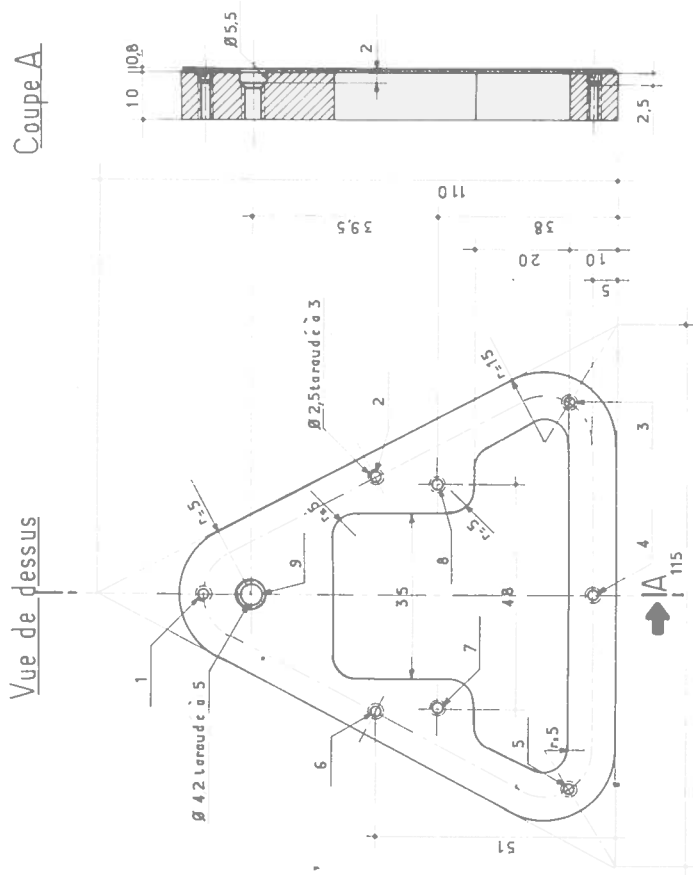
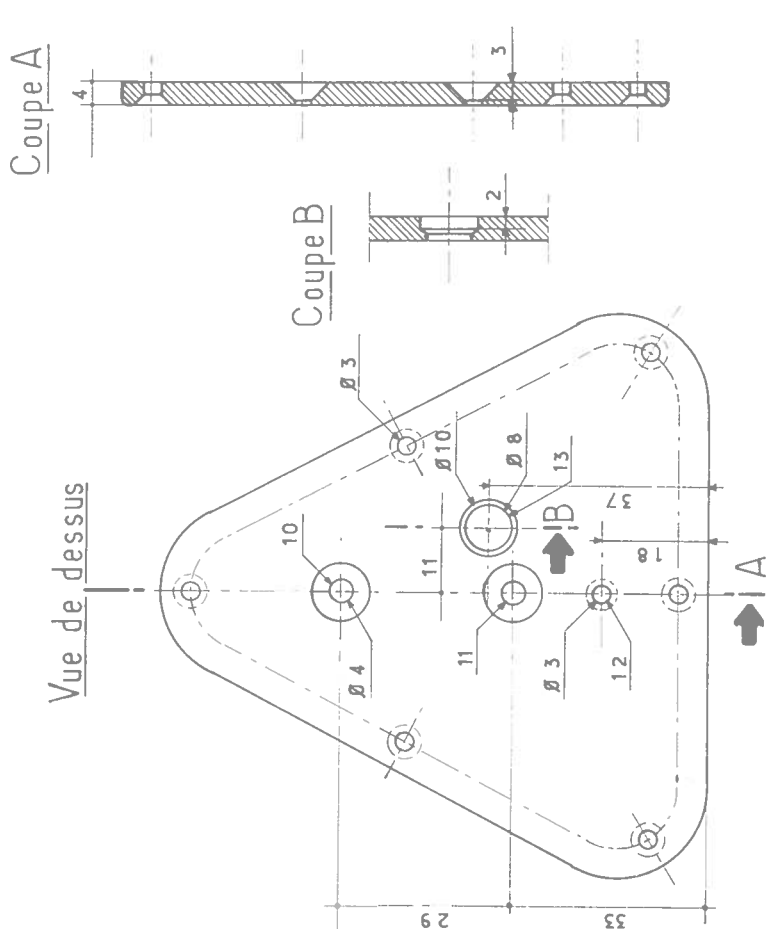

FIG. 98 Cache contacts 8 Matière: AG4
FIG. 99 Support 10 Matière: AG4
Usinage du cache-contacts 8 (fig. 98) et ébauche du support 10 (fig. 99).
- 1° Tracer la pièce suivant la figure 98 après avoir passé une peinture à l'eau sombre sur la plaque.
- 8° Ebarber le débouché des perçages restants. Cette pièce va nous servir de guide de perçage pour la plaque support 10 (fig. 99).
- 9° Tracer les limites extérieures suivant le triangle de la figure 98, cote de base 115 mm, hauteur 110 mm.
- 12° Percer tous les trous repérés 1 à 6 sur la figure 98 à 2,5 mm en vous servant de la pièce 8 comme guide. Faire attention à ne pas percer les 7, 8 et 9.
25° Visser à fleur de la partie supérieure du cache les 6 tronçons de vis (fig. 98, coupe A).
30° Percer à 5,5 mm sur 2 mm environ suivant la coupe A de la figure 98. Assurez-vous que l'extrémité taraudée de l'axe de girouette se visse parfaitement. Approfondir le perçage si nécessaire.
Usinage de la plaque support 10 (fig. 99).